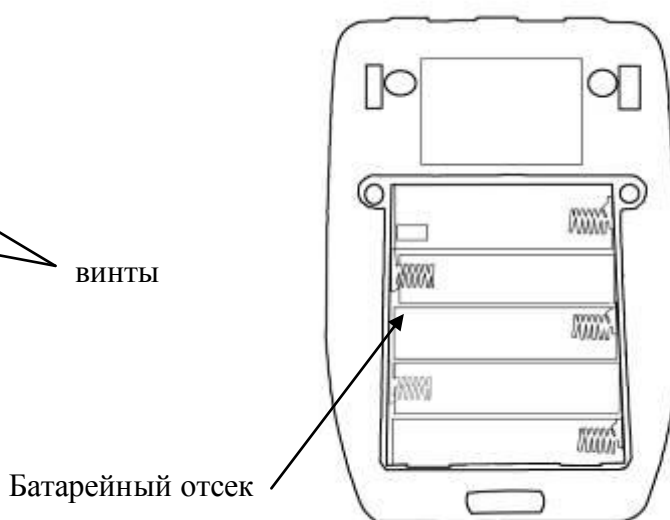

Рис.5
2. Откройте батарейный отсек (Рис.5).
Для автономной работы вставьте аккумуляторы в батарейный отсек (см. Рис.5)